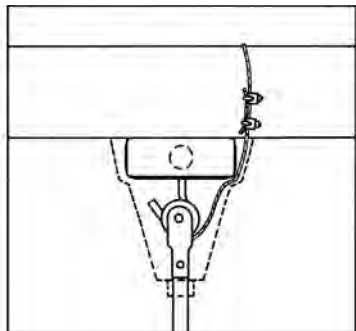

Figura 3
9. Este ventilador está equipado con el cable de "soporte secundario" requerido. Este cable de seguridad debe sujetarse a la estructura de vigas y sujetarse de manera segura de tal manera que soporte el peso del ventilador en caso que falle el gancho de montaje u otras piezas. Después de enrollar el cable de seguridad alrededor de un miembro estructural que soportará 300 lbs., asegure el cable con los sujetadores de cable suministrados según se ilustra en la Figura 3. (Nota: Cualquier material adicional necesario para instalaciones específicas puede comprarse a su distribuidor local).
PRECAUCIÓN IMPORTANTE: El cable de seguridad no debe colocarse entre el rodillo de caucho y el gancho, sino como se ilustra en la Figura 3.
10. Cuando se cuelga el ventilador mediante el gancho en "J" suministrado por fábrica, verifique que el cable de seguridad en la parte superior de la barra está posicionado detrás del gancho en "J" según se ilustra en la Figura 3.